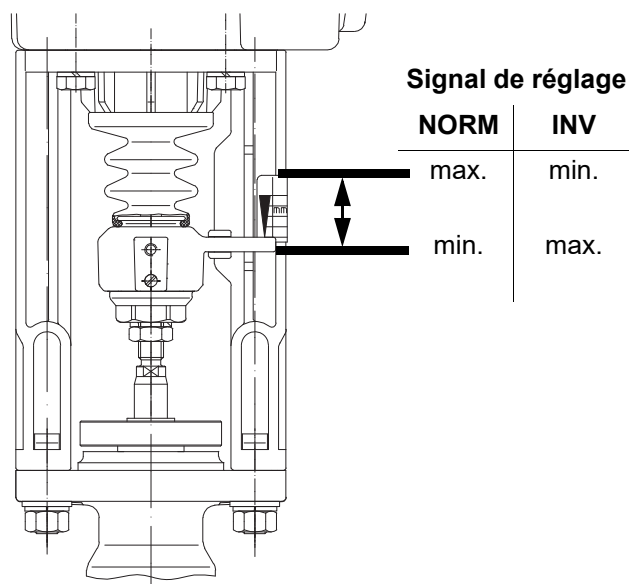

Fig. 11: Direction
- b) Mettre la broche de robinetterie avec le volant manuel dans la position souhaitée pour le signal de réglage min. par ex. 4mA ou 0V (conformément à la position du commutateur SW et comme indiqué dans Fig. 11 : Direction). En règle générale, il s'agira de la robinetterie fermée.
- a) Mettre la broche de robinetterie avec le volant manuel dans la position souhaitée pour le signal de réglage max. par ex. 20mA ou 10V (conformément à la position du commutateur SW et comme indiqué dans Fig. 11 : Direction). En règle générale, il s'agira de la robinetterie ouverte.